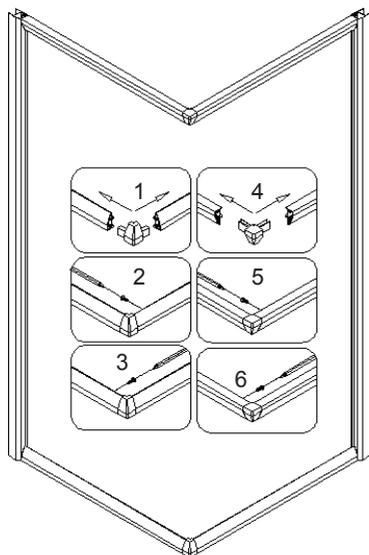

Рис. 7
5. Смонтируйте 90° соединительный элемент для душевых кабин при помощи шурупа с полукруглой головкой 4.2×10. См. рис. 7 для более подробной информации.
6. Используйте шурупы 4.2×16 (**15**) чтобы зафиксировать защитные полосы для стекла (**04**) на нижней рейке (сильно не затягивать!). См. рис. 7 для более подробной информации.